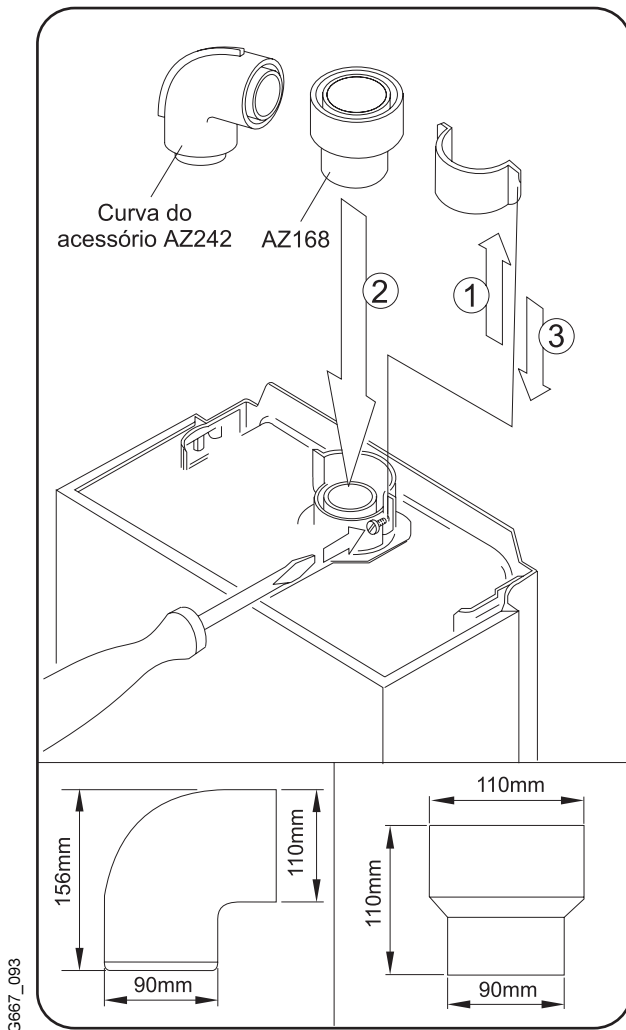

Fig. 2
1. Desapertar o parafuso (pos. 1, fig. 2) e retirar a abraçadeira.
3. Colocar o adaptador AZ 168 ou a curva do acessório AZ 242 (pos. 2, fig. 2).